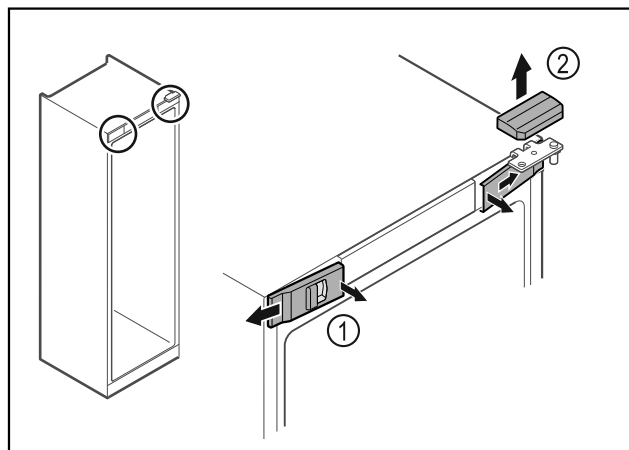

Fig. 9
- Spnite sprednje pokrove Fig. 9 (1) in jih odstranite proti strani.
- Zgornji pokrov Fig. 9 (2) snemite v smeri navzgor.